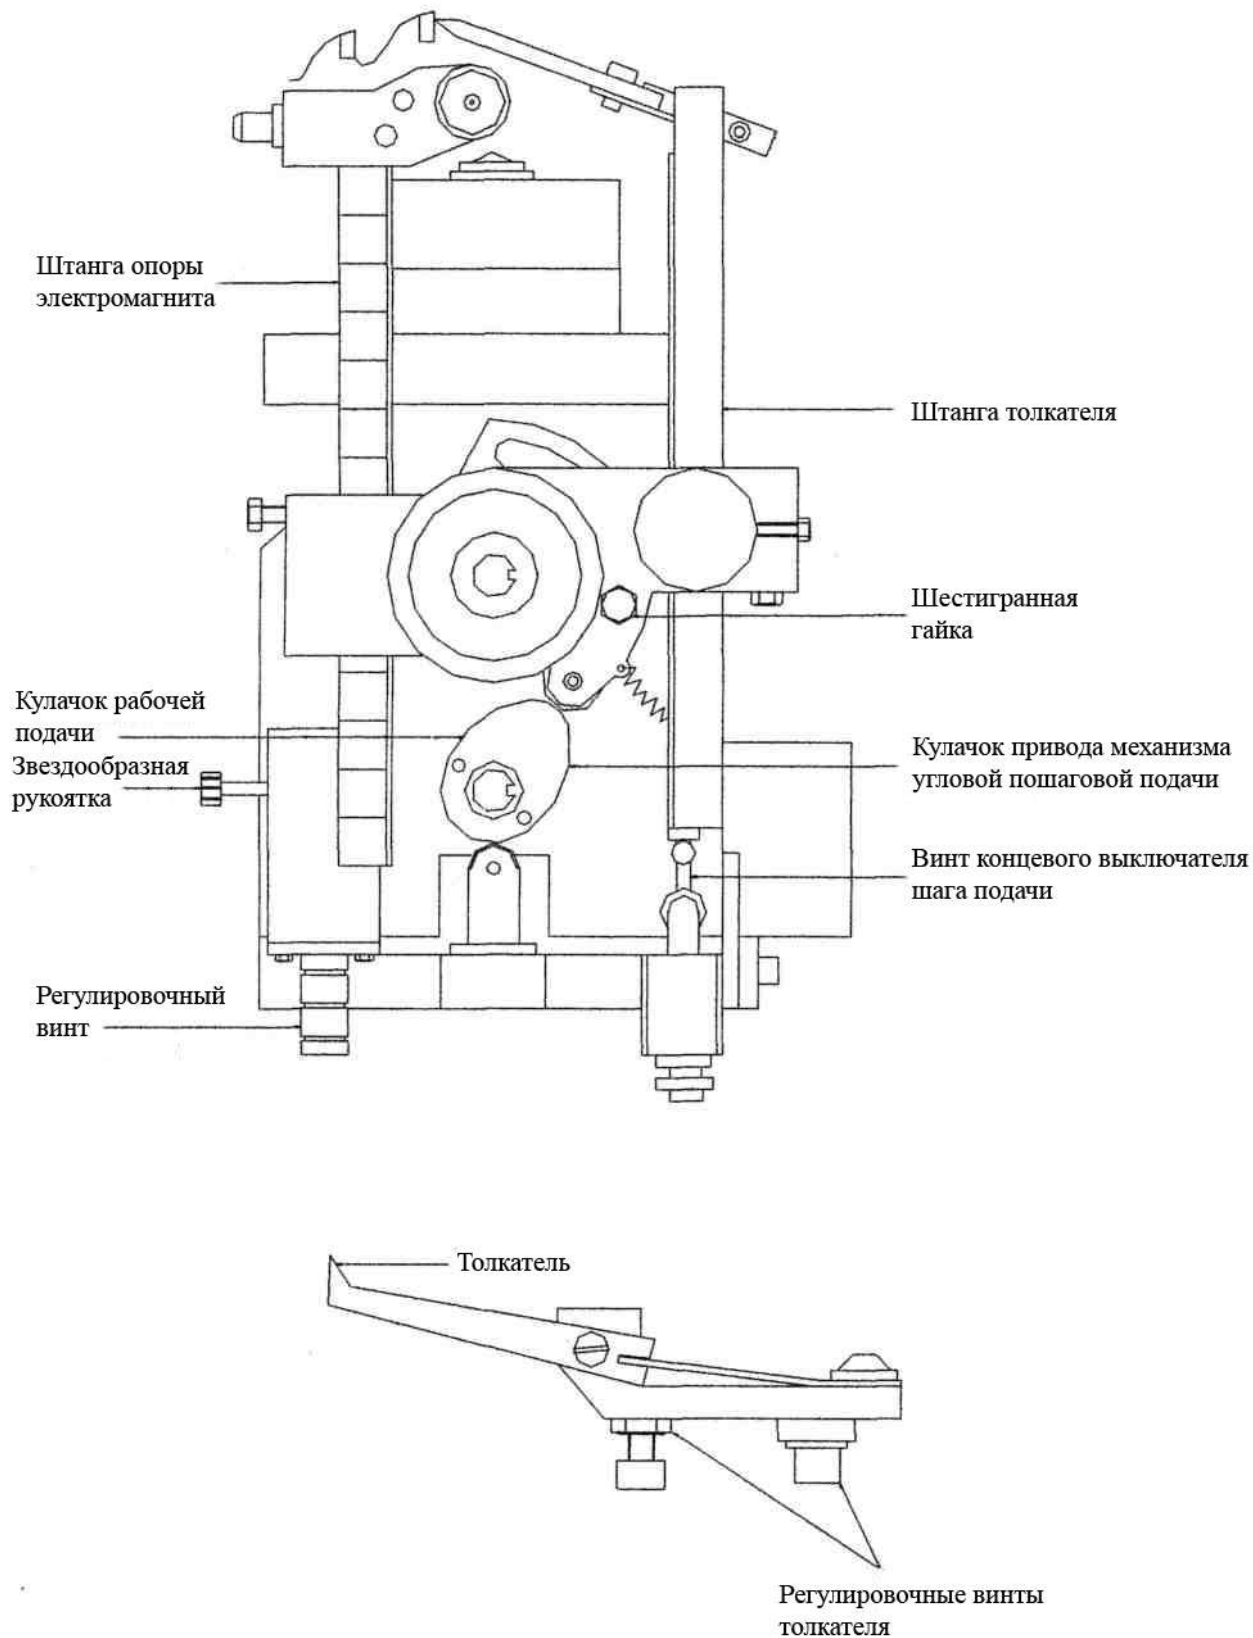

Рис. 6
7.1.2. Настройка механизма угловой пошаговой подачи пилы (см. рис. 6)
звездообразной рукоятки; вращая регулировочный винт, отрегулируйте величину одного шага угловой подачи. В процессе регулирования затяжки шестигранной гайки должна быть ослаблена. Величина шага подачи выбирается, исходя из чередования зубьев пилы, и обычно равна 1-5 величинам шага зубьев. Если шаг угловой подачи равен шагу зубьев, то станок рекомендуется настроить согласно рис. 6. В этом случае толкатель упирается в зуб, который будет подвергаться заточке на текущем шаге. Это позволяет повысить эффективность технологического процесса и качество заточки. (При заточке пил с наружным диаметром менее 200 мм необходимо снять штангу толкателя и установить приспособление для заточки пил малых диаметров)
Последовательно включая и выключая двигатель подачи при помощи кнопки управления, установите элементы механизма угловой пошаговой подачи, как показано на рис. 6. Отрегулируйте положение подвижных опор на вертикальных и горизонтальных направляющих (см. рис. 6) таким образом, чтобы передняя поверхность затачиваемого зуба совпадала с соответствующей плоскостью шлифовального круга. При этом пила не должна касаться шлифовального круга. После окончательного регулирования величины переднего угла, проверьте величину подачи и начинайте заточку.